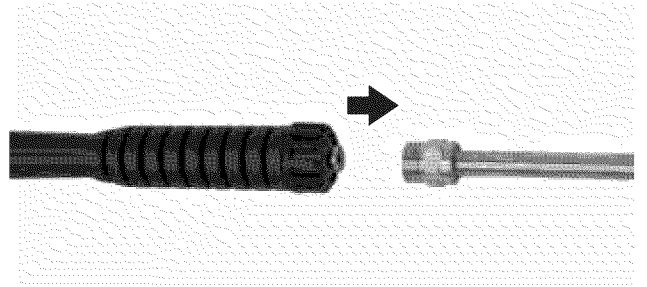

Figura 39 – Extracción de extensión de boquilla
6. Extraiga la extensión de la boquilla de la pistola atomizadora (ver Figura 39).